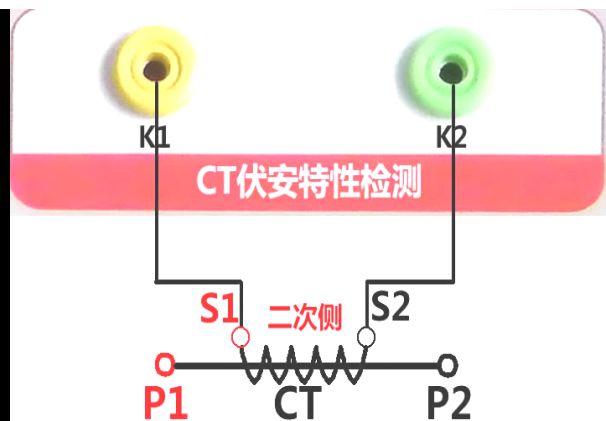
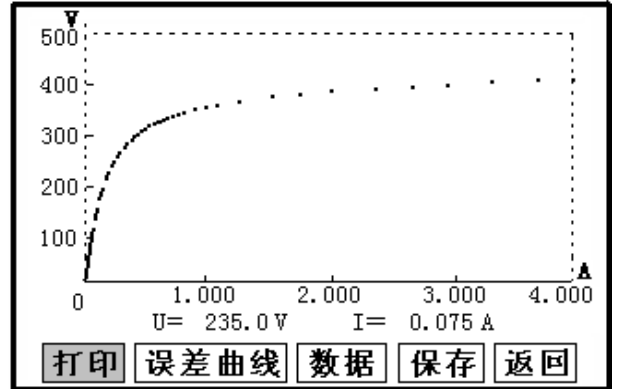
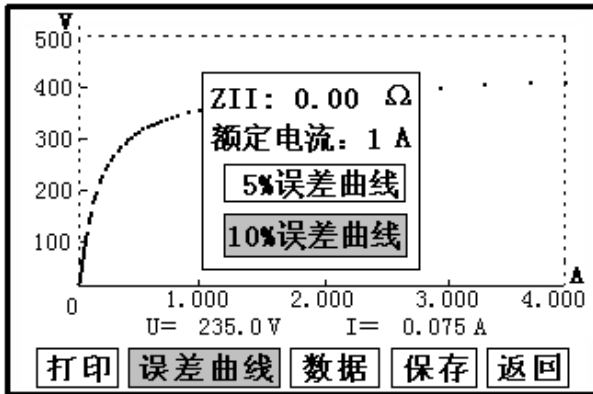
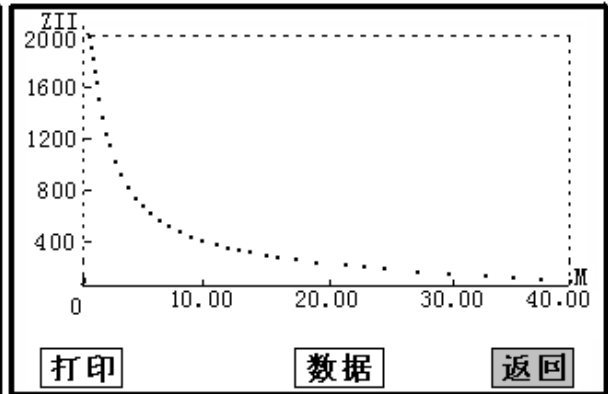

图 6
图 7
图 10
图 11
接线图见（图 6），测试仪的 K1、K2 为电压输出端，试验时将 K1、K2 分别接互感器的 S1、S2（互感器的所有端子的连线都应用开）。合上功率开关，设置完毕按“开始”键后，再按下“确定”键，即可进入试验界面。试验开始后仪器将自动升压、升流并在界面上实时显示电压、电流值。当实际电压、电流值达到设置输出电压或输出电流值时试验结束，调压器回零后，切断电压输出，显示拐点电压、电流值，并绘出伏安特性曲线图。（见图 7）
试验结束后，屏幕显示出伏安特性测试曲线（见图 7）。该界面上各操作功能如下：
- **误差曲线**：在图 7 的界面中，将光标移至“误差曲线”选定后，屏幕上将显示伏安特性试验的误差曲线的设置见（图 10）。选定后计算出的误差曲线如（图 11），误差曲线就是根据互感
如果用户想查看或转存其中的某一个记录，可以将光标移动到该组记录，点击后液晶屏上会显示此记录的伏安特性曲线，如图 7 所示，在此界面下，用户可以打印，计算误差曲线，查询拐点、数据等功能。
保护用电流互感器二次负荷应满足 5% 误差曲线的要求，只要电流互感器二次实际负荷小于 5% 误差曲线允许的负荷，在额定电流倍数下，合格的电流互感器的测量误差即在 5% 以内。二次负荷越大，电流互感器铁心就越容易饱和，所允许的电流倍数就越小。因此，5% 误差曲线即 n/ZL 曲线为图 11 所示曲线。在图 22 中例所示（所测保护用 CT 为 5P10 20VA）：其中 5 为准确级（误差极限为 5%），P 为互感器形式（保护级），10 为准确限值系数（10 倍的额定电流），20VA 表示额定二次负荷（容量）。电流倍数为 10.27 倍（接近 10 倍）时，所允许的二次负荷为 27.19Ω ，大于该 CT 的额定负荷 $20VA(20VA/1=20 \Omega)$ ，通过该数据可判断该互感器合格。